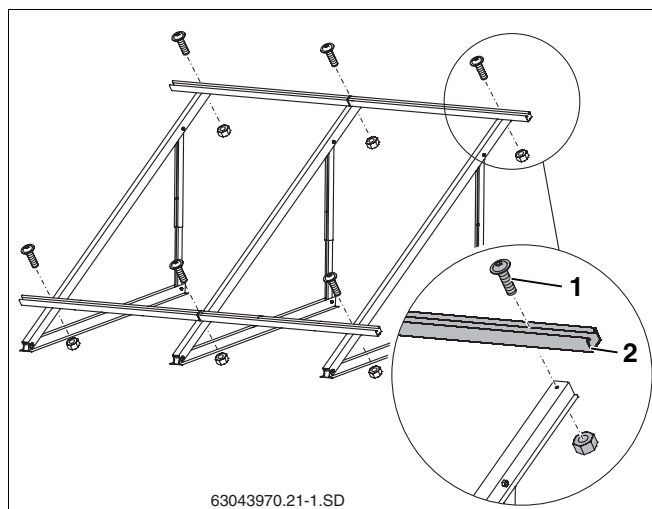

Fig. 34 Montaje de los perfiles guía
- ▶ Apriete ligeramente los perfiles de guía premontados (fig. 34, **pos. 2**) con tornillos M8 x 20 (fig. 34, **pos. 1**), para poder nivelar los perfiles guía.